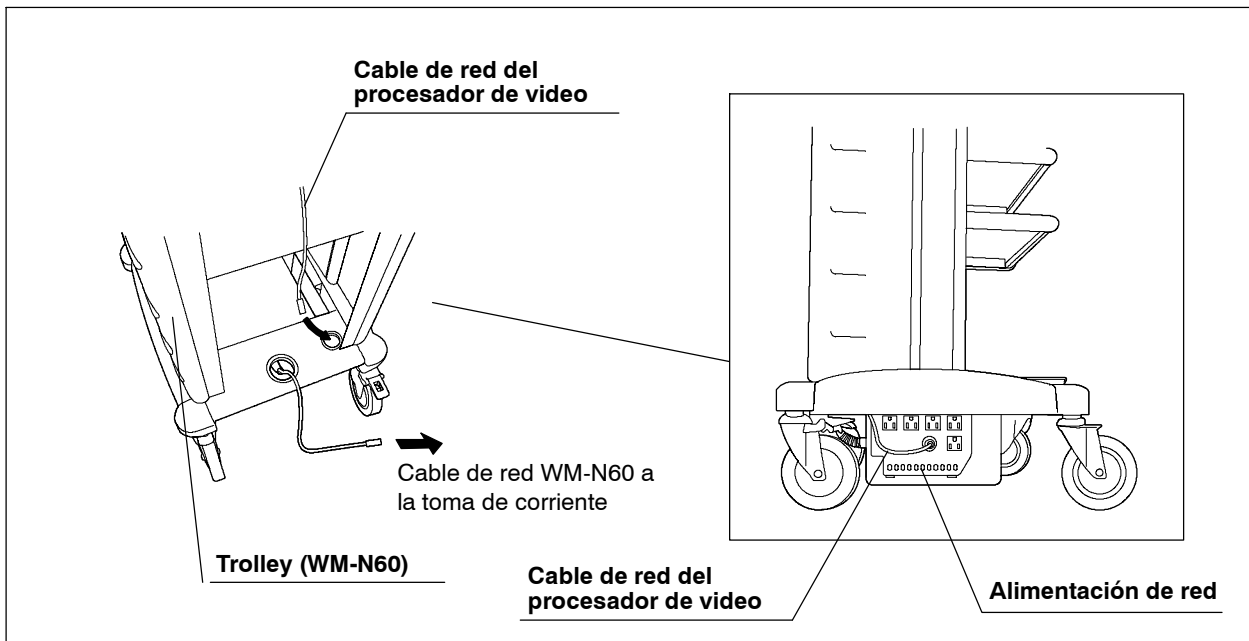

Figura 3.22
3. Conecte el cable de red del trolley a una toma de corriente como se describe en el manual de instrucciones del trolley (ver también figura 3.22).